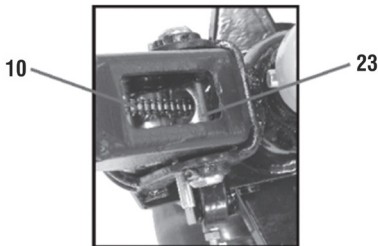

Fig. 3 – Corriente del cable
Durante el montaje del cable, mantenga la corriente como se indica en la fig. 3 para facilitar el montaje y evitar daños.
- b. Pase la corriente (10) del cable por el centro del eje, (fig. 3).